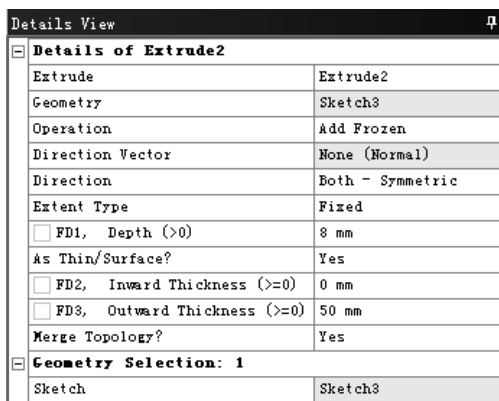

图 3.12.21 “Details View”对话框
(2) 在工具条中单击  Extrude 按钮, 弹出图 3.12.21 所示的“Details View”对话框, 使用草图 3 作为截面, 在 **Operation** 下拉列表中选择 **Add Frozen** 选项, 在 **Direction** 下拉列表中选择 **Both - Symmetric** 选项, 在 ☐ FD1, Depth (>0) 文本框中输入数值 8; 在 **As Thin/Surface?** 下拉列表中选择 **Yes** 选项, 在 ☐ FD2, Inward Thickness (>=0) 文本框中输入数值 0, 在 ☐ FD3, Outward Thickness (>=0) 文本框中输入数值 50, 其他采用系统默认设置值。单击工具条中的  Generate 按钮, 完成拉伸特征 2 的创建。